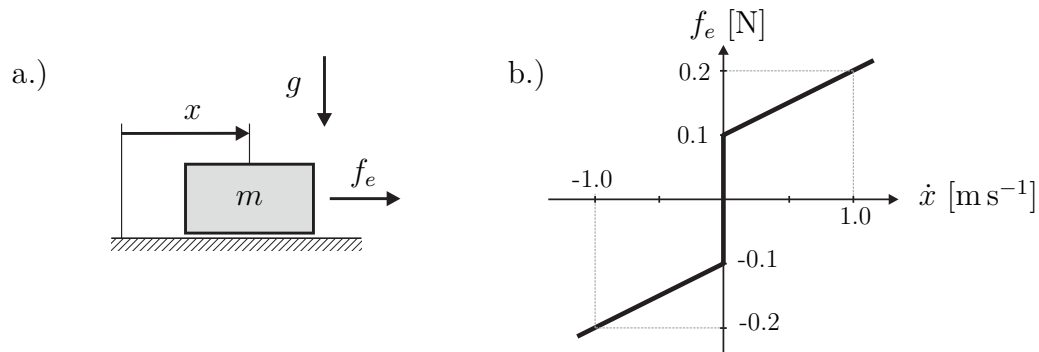

Abbildung 1: Reibkennlinie.
1. Gegeben ist das in Abbildung 1 dargestellte Experiment zur Bestimmung eines Reibmodells. Dazu wurde mit einer externen Kraft  $f_e$  die Masse  $m$  für verschiedene konstante Geschwindigkeiten  $\dot{x}$  über die Oberfläche bewegt. Die erforderliche externe Antriebskraft  $f_e$  in Abhängigkeit der Geschwindigkeit  $\dot{x}$  ist in einer Messkurve (Abbildung 1b.)) dargestellt. 4 P.